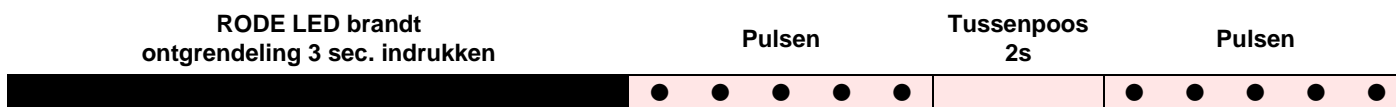

Afb. 29
- koppel de brander vast op de flens 1) (Afb. 29), draai de schroeven 3) los en verwijder de monding 2);